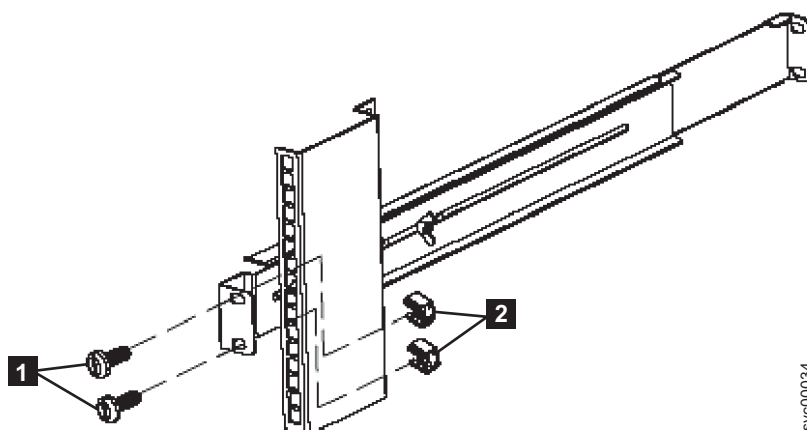

図 27. 2145 UPS-1U への背面レールの固定
6. 2 つの M6 × 10 ねじ (図 27 の **1**) と 2 つのクリップ・ナット **2** を使用して、レールをラック背面に取り付けます。